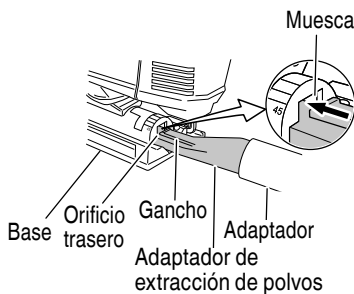

Fig. 23
- (5) Inserte el adaptador de extracción de polvos en el orificio trasero de la base hasta que el gancho encaje en la muesca. (Fig. 23)
- (6) Presione el gancho para desmontar el adaptador de extracción de polvos.